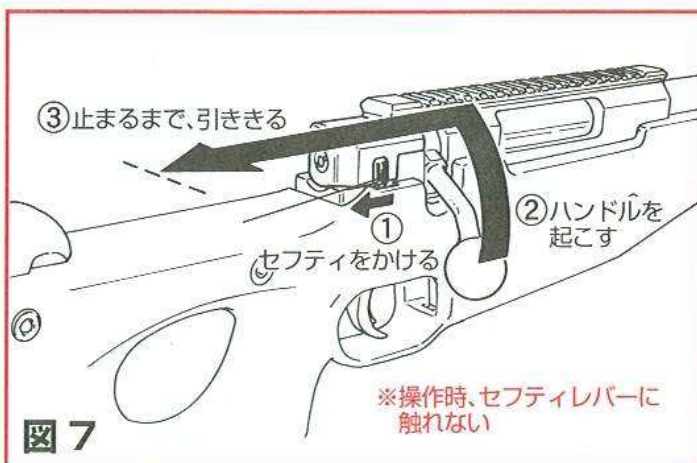
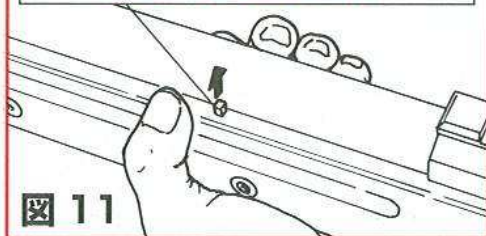

図 7
図 11
※コッキング操作時(図7・8 参照)、マニュアルセフティに手等が触れてしまいますと、誤って操作される場合があります。充分ご注意ください。
この銃にはコッキング操作(図7・8 参照)と連動したインナーセフティを備えています。ハンドルが下がっている(図3 の状態)時のみ解除され、そのポジション以外(：コッキング操作中等)は自動でかかり、トリガーをロックします。
- ① まずセフティがかかっていることを確認してください。
- ② マガジン着脱口の下に手を置いてから、マガジンキャッチをマガジン側に引いてください。
- ③ 抜け落ちるマガジンを落下させないように、手で受け止めてください。
⚠ 残弾警告①(マガジンをはずす時)：実物同様に、この銃は構造上、銃のチャンバー(発射直前のBB弾を保持するバレル基部 ⇒図2 参照)内にBB弾を送る動作：コッキング(⇒図7・8 参照)をした後にマガジンをはずした場合、銃チャンバー内に必ず残弾したままになり、大変危険です。続けて撃たない時はただちに5.発射を終える時の処理に従い、銃内にBB弾の無い安全な状態にしてください。マガジンがついていない、もしくはエンプティーインジケーター(図11 参照)が突き出ているというだけで、その銃内にBB弾がないだろうとは絶対に判断しないでください。
#### <コッキング操作> ⇒図7・8参照
## <エンプティージェネレーター> ⇒図11参照
3. ⚠ 残弾警告②(コッキング後)：実物同様、この銃は構造上、銃のチャンバー(発射直前のBB弾を保持するバレル基部⇒図2 参照)内にBB弾を送る操作：コッキング(⇒図7・8 参照)をした後にマガジンをはずした場合等、銃チャンバー内に必ず残弾したままになり、大変危険です。このまま放置すると次操作時残弾を忘れて発射してしまう可能性があります。続けて撃たない時はただちに 5. 発射を終える時の処理 に従い、銃内にBB弾の無い安全な状態にしてください。マガジンがついていない、もしくはエンプティージャー(図11 参照)が突き出ているというだけで、その銃内にBB弾がないだろうとは絶対に判断しないでください。(2. マガジンの使い方の ⚠ 残弾警告① も参照)
⚠ 残弾警告③(発射を終える時は必ず確認を)：実物同様、この銃は構造上、銃のチャンパー(発射直前のBB弾を保持するバレル基部 ⇒図2 参照)内にBB弾を送る動作：コッキング(⇒図7・8 参照)をした後にマガジンをはずした場合、銃チャンパー内に必ず残弾したままになり、大変危険です。このまま放置すると次操作時残弾を忘れて発射してしまう可能性があります。続けて撃たない時はただちに 上記 5.発射を終える時の処理 を行い、銃内にBB弾の無い安全な状態にしてください。エンプティージャーが飛び出している、もしくはマガジンがついていないというだけで、その銃内にBB弾がないだろうとは絶対に判断しないでください。2.マガジンの使い方の ⚠残弾警告① と 3.発射の ⚠残弾警告② も参照)